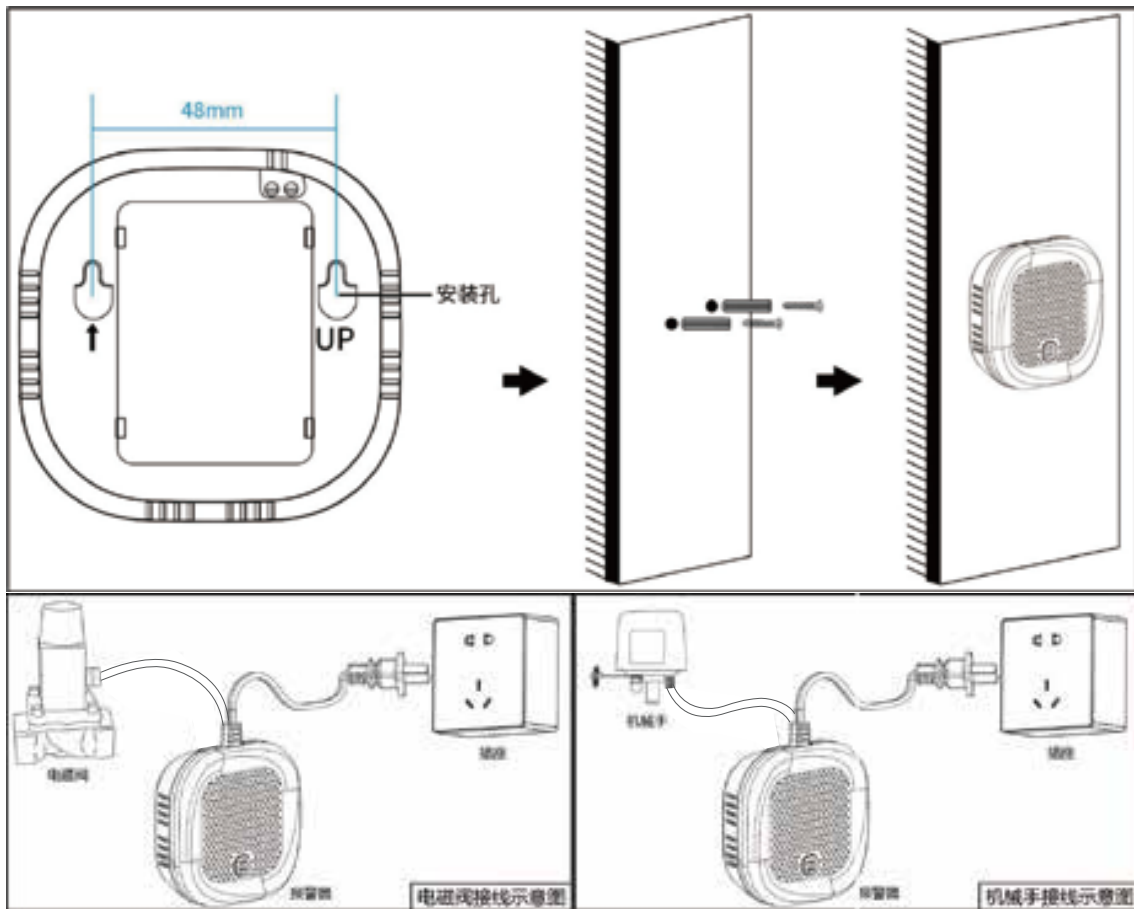

图1
(1) 在确定的墙体安装位置上打两个6mm左右的孔（孔间距约48mm，如下图1）放入绿胶塞后打上螺丝，再将探测器挂上, 插上电源即可。